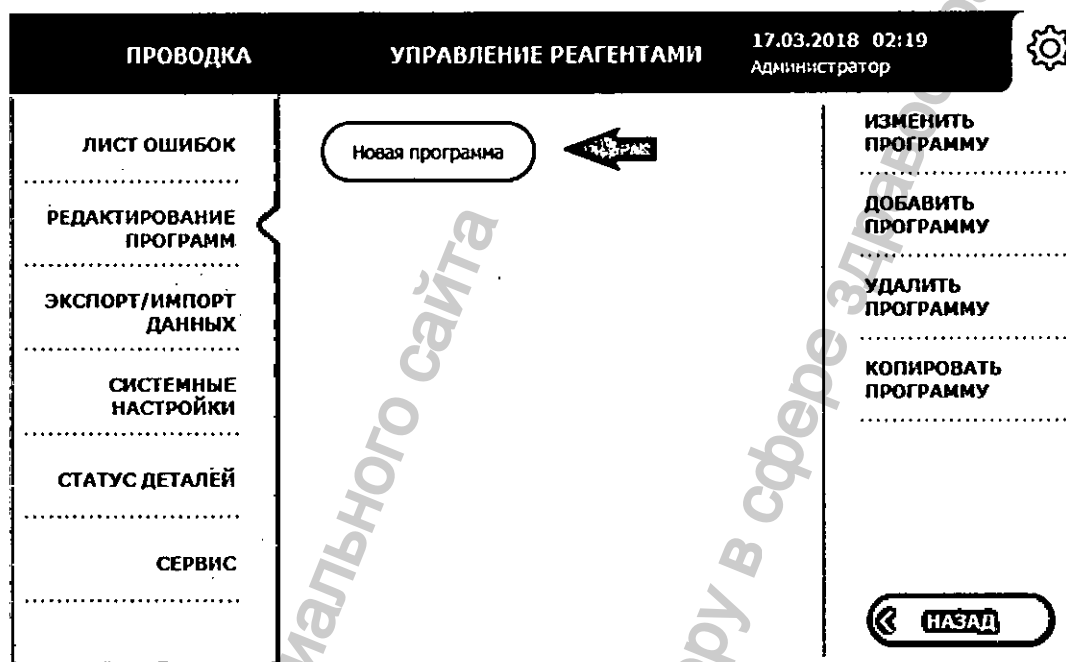

Рисунок 3.24. Выбор программы для удаления
1. В списке программ выберите программу, которую требуется удалить (рисунок 3.24).